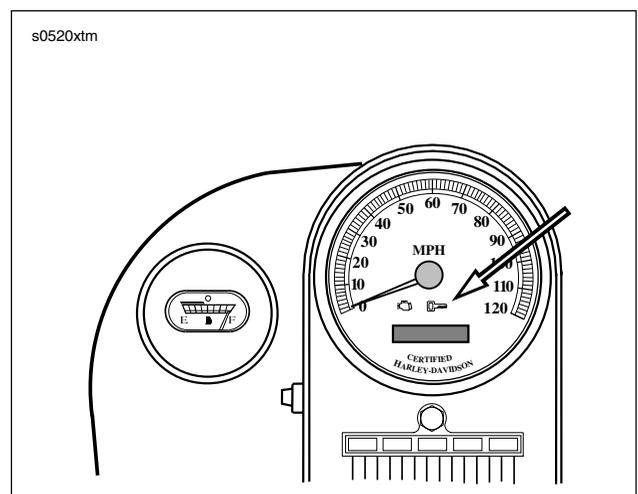

Abbildung 3-8. Sicherheitsstatusleuchte
- Siehe Abbildung 3-8. Wenn der Zündschlüssel auf EIN gedreht ist, leuchtet die Sicherheitsstatusleuchte etwa vier Sekunden lang auf und erlischt anschließend.